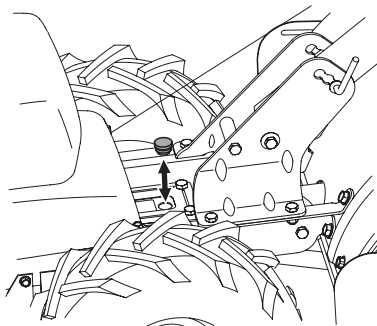

Figura 15
3. Extraiga el tapón de llenado de aceite del alojamiento de la transmisión y mire en el interior del orificio de llenado de aceite para ubicar el eje del accionamiento principal que está ubicado debajo del orificio. Vea la Figura 15.